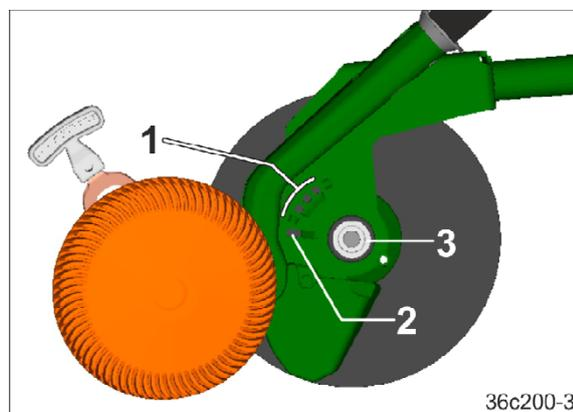

図 133
1. コールタディスクをロック (図 133/3)
ディの長穴 (図 133/2)
長穴 (図 133/2) に押し込みます。
長穴から引き出し、キャッチ (図 133/1)